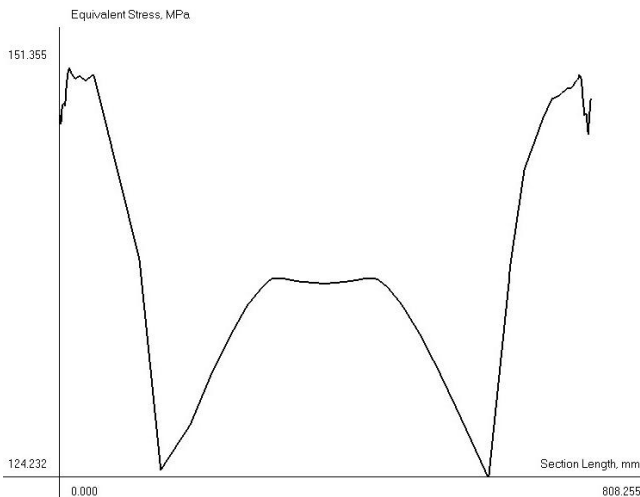

Рис. 49. График изменения интенсивности напряжений по образующей полусферы, полученной вытяжкой
*FormingSuite* строит графики изменения результатов моделирования только вдоль предварительно построенных линий (рис. 49). Таким образом, при импорте геометрии необходимо заранее создать линии на изделии, распределение характеристик вдоль которых необходимо будет узнать. При этом, после задания остальных параметров процесса и окончания вычислений, на панели инструментов становится доступной иконка  **Result Graphing Along Lines**. При нажатии на нее в графическом окне отображается график и появляется дополнительная панель (рис. 50), позволяющая выбрать линию, по которой строится график (ось абсцисс), и изменить отображаемую характеристику (ось ординат).